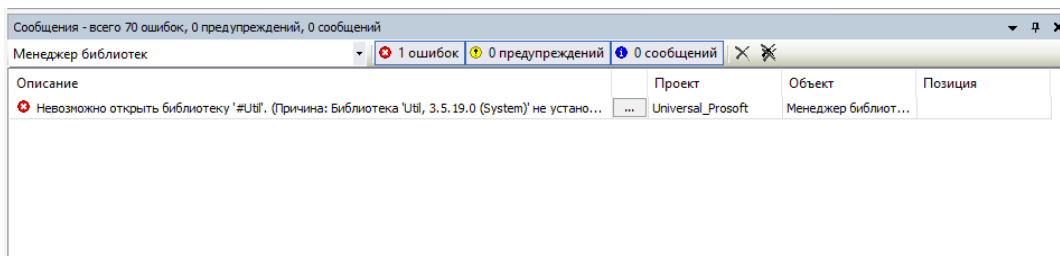

Рисунок 2.6 – Ошибка отсутствия нужной библиотеки в репозитории библиотек
5. В случае наличия библиотек, находящихся в прикладном ПО, но отсутствующих в репозитории библиотек будут высвечены ошибки, в окне сообщений (рисунок 2.6), для устранения которых необходимо выполнить следующие действия: